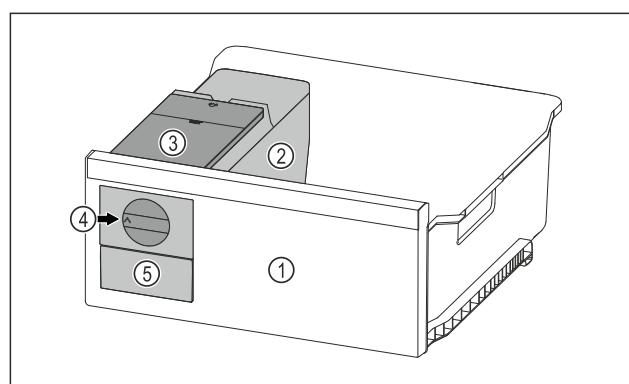

Fig. 75 Reprezentare exemplificatoare
- Rotiți butonul rotativ Fig. 75 (4) în sens orar până la opritor.
- ▷ Cuburi de gheăță cad din tava pentru cuburi de gheăță în sertarul pentru cuburi de gheăță Fig. 75 (5).